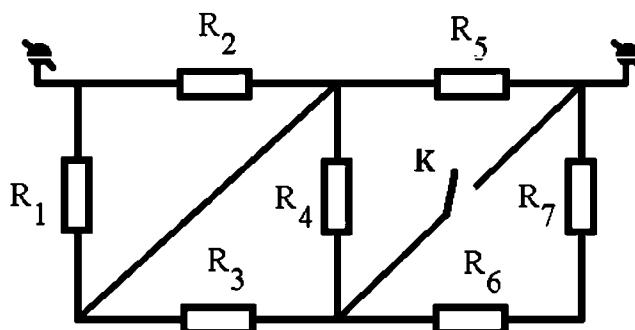

Рис. 1.29
*Задание 2:* рассчитать эквивалентное сопротивление участка электрической цепи (рис. 1.29) для случая включения ключа К и его выключения, если  $R_1 = R_2 = R_3 = R_4 = R_5 = R_6 = R_7 = 10 \Omega$ .